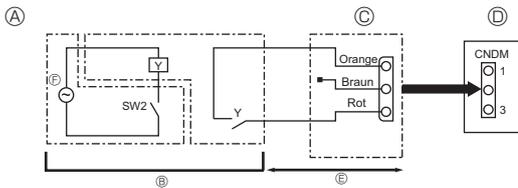

Fig. 10-2
- ④ Adaptador de contacto externo (PAC-SC36NA-E)
⑤ Cuadro de control de la unidad exterior
⑥ Máx. 10 m
⑥ Fuente de alimentación del relé
10.2. Función de demanda (modificación in situ) (Fig. 10-2) (solo para aires acondicionados)